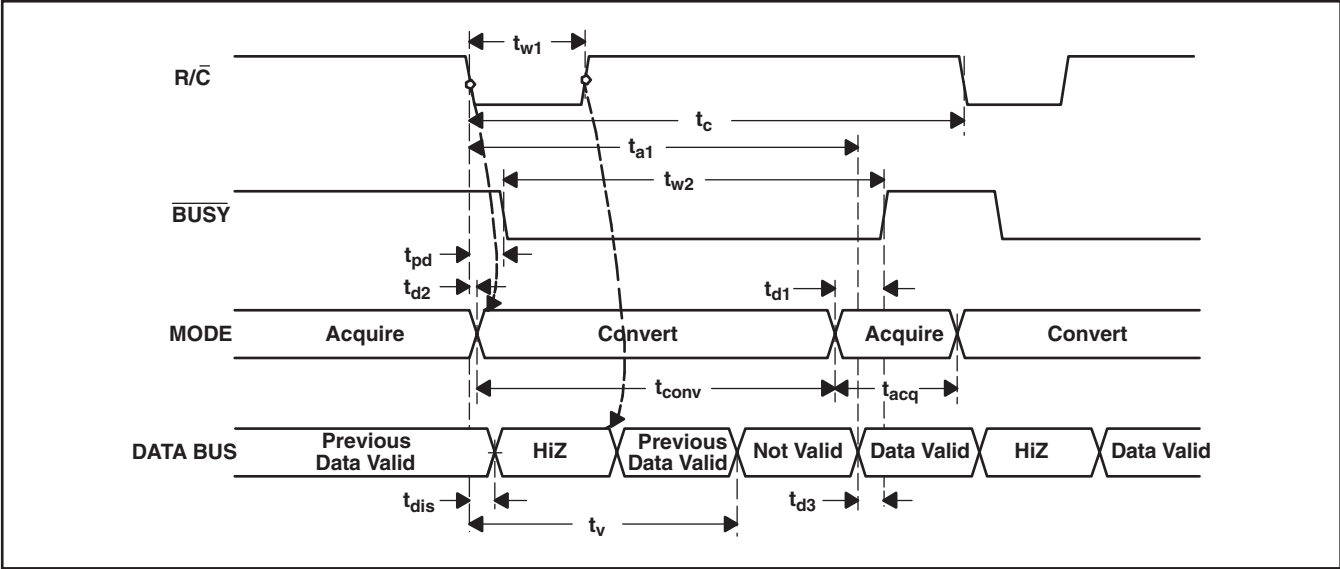
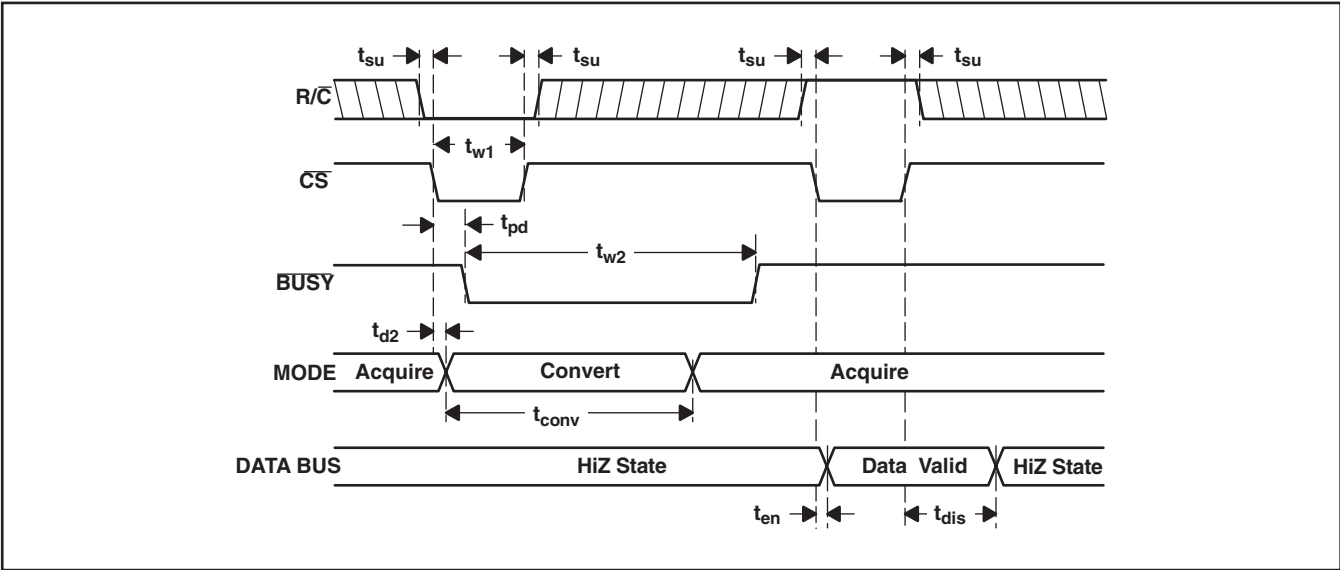
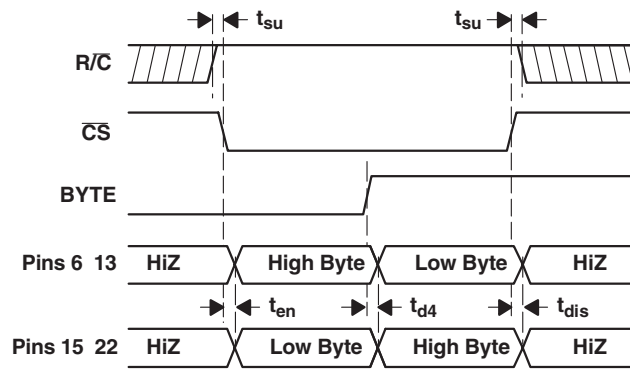

図 21. 変換後の出力イネーブルの変換タイミング (CSを “Low” に固定)
図 22. CSを使用する場合の変換およびリード制御のタイミング
図 23. データ・バスの制御に $\overline{\text{CS}}$ とBYTEを使用
ADS8515は変換の終わりに入力信号のトラッキングを始めるので、変換コマンドの間隔を4μs確保すると、信号の変化に正確に追従したアクイジションとすることができます。CS、R/CおよびBUSYの各状態については表1を、タイミング図は図21、図22、および図23を参照してください。
(1) 変換“n-1”からの有効データに関する制約については、図21および図22を参照。
変換 “n” が完了して出力レジスタが更新された後、 $\overline{\text{BUSY}}$  (26ピン) が “High” になります。このとき、変換 “n” の有効データは、D15～D0 (6～13および15～22ピン) で得られます。 $\overline{\text{BUSY}}$  の “High” になるのを利用してデータをラッチすることができます。以上のタイミング仕様については、表3と図21、図22、および図23を参照してください。
変換 “n” が開始された後、変換 “n-1” の有効なデータを読み取ることができます。このデータは変換 “n” の開始から最大 $t_v$ まで有効です。変換 “n” の開始の $t_v$ 後から $\overline{\text{BUSY}}$  (26ピン) が “High” になるまでの間、データの読み取りを行なってはけません。これは、無効データを読み取ることになります。以上のタイミング仕様については、表3と図21、図22、および図23を参照してください。
$\overline{\text{CS}}$ を “Low” に接続しながら、 $\overline{\text{R}/\text{C}}$ の立ち下がりエッジを変換開始に使用し、 $\overline{\text{R}/\text{C}}$ の立ち上がりコンバータの出力モードのイネーブルに使用すると、制御ラインの数を低減することができます。これについては図21をご覧ください。